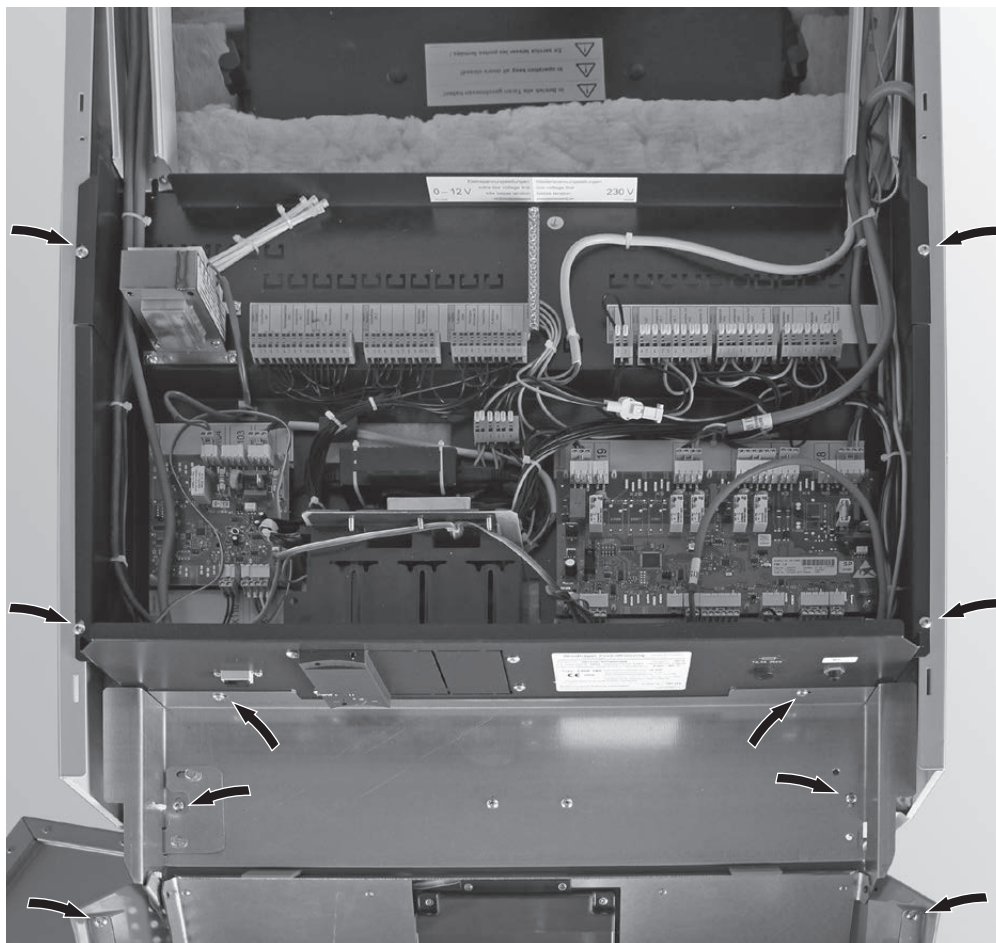

Fig. 75 Ajuster le revêtement, serrer toutes les vis
- ▶ Ajuster visuellement les parois latérales, la porte de revêtement et le panneau de commande en fonction de la largeur de la porte de revêtement ou de façon à obtenir un interstice uniforme, puis serrer toutes les vis – Fig. 75.